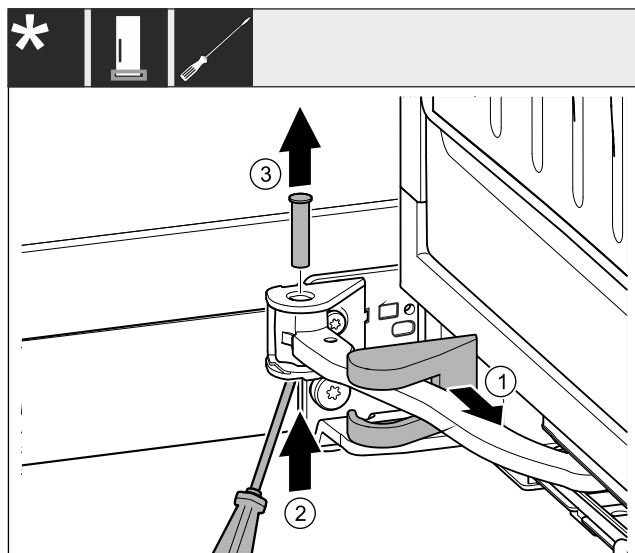

Fig. 5
- ▶ Stiahnite kryt ložiskovej konzoly a presuňte ho pozdĺž kĺbu. Fig. 5 (1)
- ▶ Čap zdola nadvihnite prstom alebo skrutkovačom. Fig. 5 (2)
- ▶ Skrutkovač zasuňte pod hlavu čapu a vytiahnite ho. Fig. 5 (3)